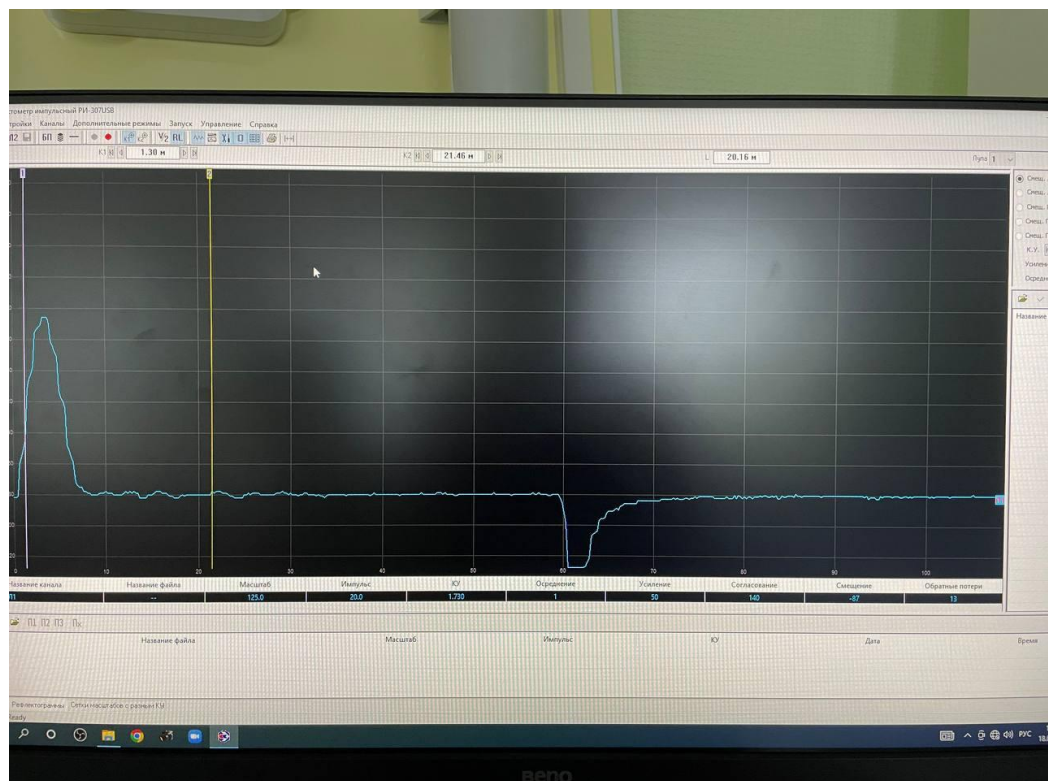

Рисунок 5 – Рефлектограмма желтого провода
- дефект “короткое замыкание кабеля” (Рисунок 5) с высокой точностью можно определить с помощью импульсного рефлектометра. Отклик от дефекта “короткое замыкание” выглядит аналогично отклику от дефекта “обрыв кабеля”, только отрицательной полярности.